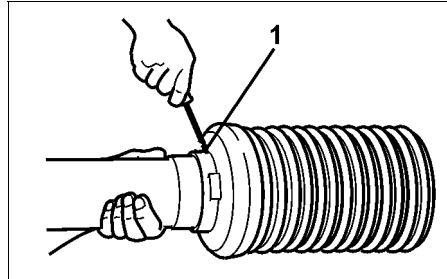

Fig. 24
- Arretierungsschraube (Fig. 24/1) herausschrauben.